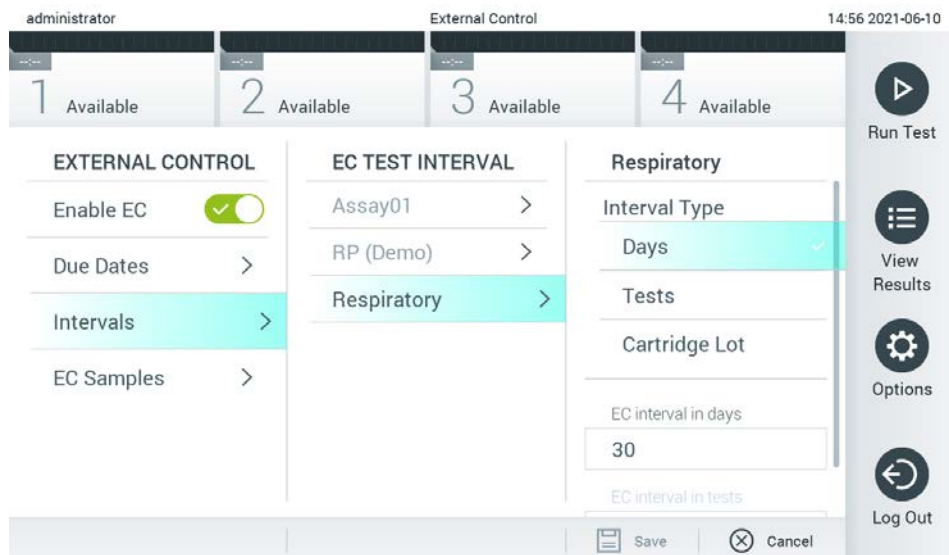

Figura 52. Ecranul External Control Intervals (Intervale substanță de control externă).
4. Selectați **Intervals** (Intervale), apoi un test din listă pentru configurarea intervalului respectiv. Se afișează un memento pentru a le reaminti utilizatorilor că o testare a substanței de control externe trebuie efectuată pentru testul selectat, dacă intervalul a trecut (Figura 52).